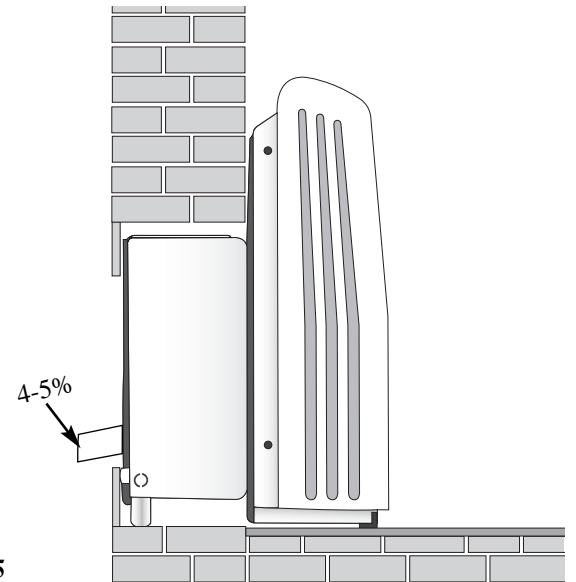

fig. 5
**ATTENZIONE:** assicurarsi che lo scarico abbia una leggera inclinazione in basso verso l'esterno compresa tra lo 4 e il 5% (**fig.5**): versare lentamente dell'acqua nella vaschetta di raccolta condensa dell'unità condensante e controllare che il tubo appena predisposto scarichi correttamente.